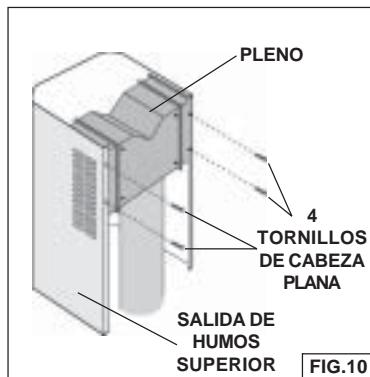

FIG.10
10. Asegure el pleno de recirculación en la salida de humos superior con (4) tornillos de cabeza plana. Fig. 10